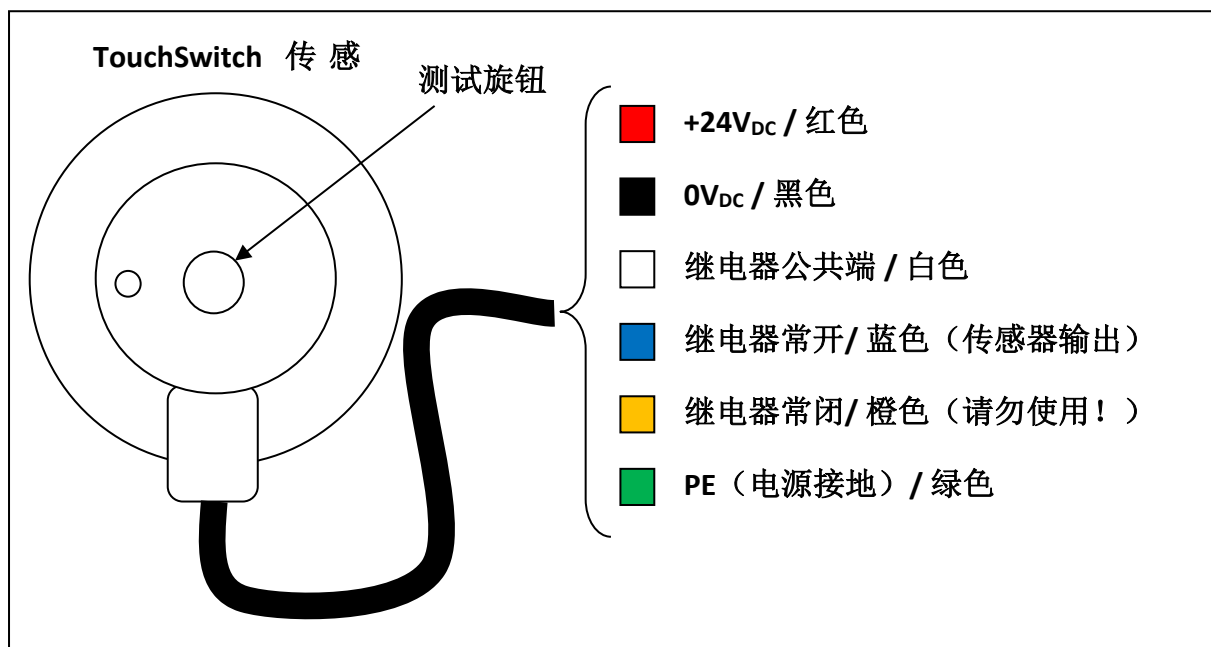

图 7 – TouchSwitch™ 电气连接
- 2) 用手顺时针缓慢转动测试旋钮（参见图 7），直至 LED 指示灯熄灭